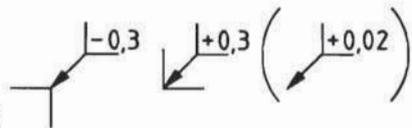
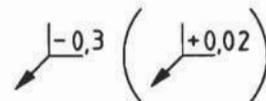

Bild 29.
Bild 30.
3.5.5 Wenn zusätzlich zu einer allgemeinen Angabe weitere Angaben von Kantenzuständen in der Darstellung erforderlich sind, werden diese neben die allgemeine Angabe in Klammern gesetzt (siehe Bild 29 und Bild 30).